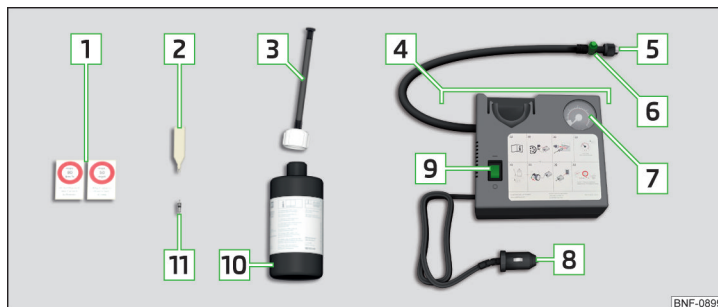

Fig. 249 Descrierea setului de pană
- ▶ Aplicați cheia de ventil **2** » fig. 249 la pagina 220 pe inserția ventilului, astfel încât aceasta să se potrivească în fanta cheii.
- ▶ Înșurubați bine furtunul de umplere **5** » fig. 249 la pagina 220 pe ventil.